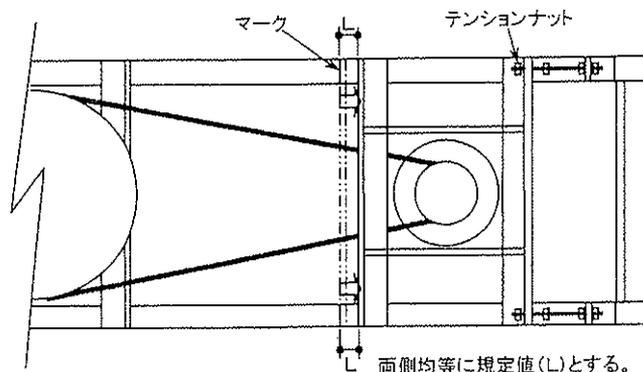

図10-2 ベルトテンション (張り) 調整方法
- c. ベルトの張りを図10-2ベルト調整方法に示すようにして調整してください。ベルトの張りを直接測定するには、専用の工具が必要ですが、簡易的にベルトの伸び率(ベルトを引張る距離)でベルトの張りを調整します。